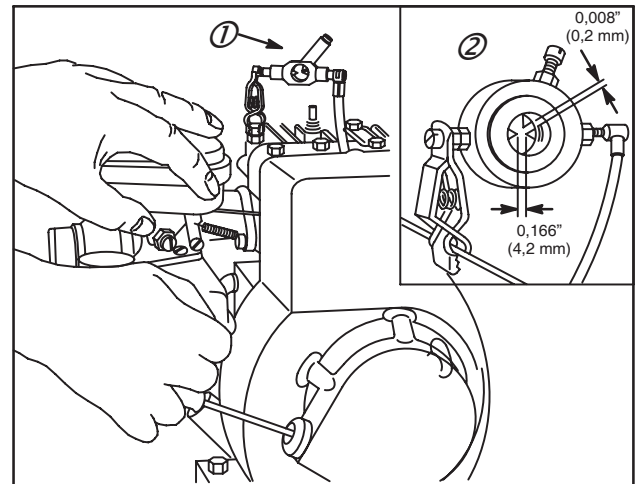

Fig. 2
1. Raccorder le fil de bougie à la borne longue de l'éclateur, Réf. : **19051** (2) ou **19368** (1), et mettre l'éclateur à la masse du moteur avec la pince crocodile, Fig. 2.